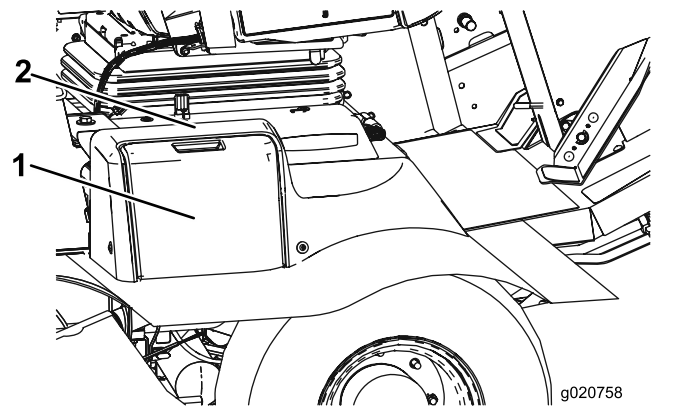

Bild 82
1. Öffnen Sie die Batterieabdeckung an der Seite der Abdeckung (Bild 82).
Hinweis: Üben Sie Druck auf die flache Oberfläche über der Batterieabdeckung aus, um das Entfernen der Abdeckung zu erleichtern (Bild 82).